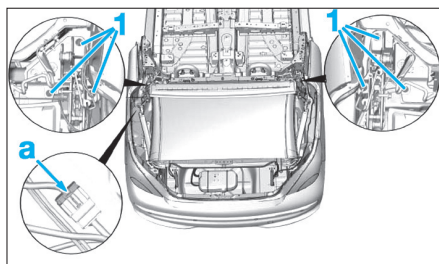

Fig. 144
- Déposer les vis (1) (Fig.144).